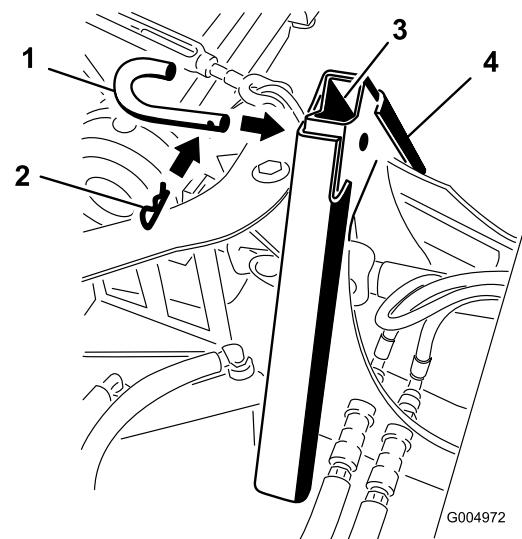

图14
- 如图14 所示用附件销和发卡销将适配器固定到一起。如果要携带更多负载可使用螺母和螺栓来替代。